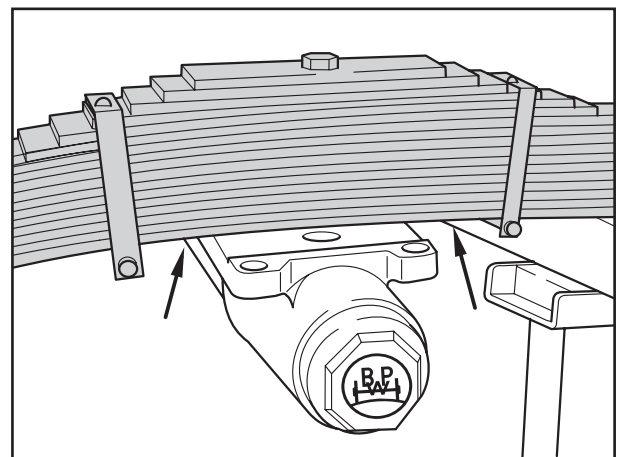

Fig. 3
abheben (Fig. 3).
- [5] Block up the spring and lift it clear of the spring hanger (Fig. 3).
- [5] Soulever le ressort à lames et l'enlever de la main de ressort (fig. 3).